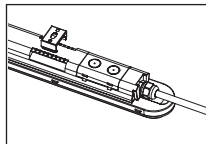
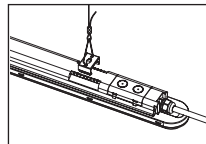

Рис. 4
Рис. 5
- закрити кришку з'єднувальної коробки (Рис. 4);
- встановити світильник в монтажні кліпси (Рис. 4), або підвісити світильник за монтажні кліпси (Рис. 5).